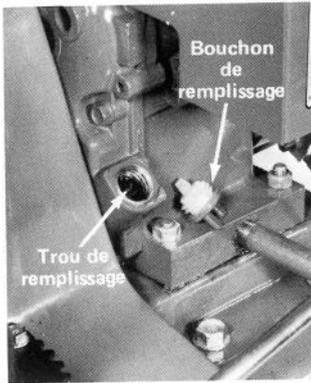

Figure 15
2. Nettoyez le tour du bouchon de remplissage pour éviter que des corps étrangers ne tombent dans le carter lorsque vous enlevez le bouchon (Fig. 15 ou 16).
3. Enlevez ensuite le bouchon qui ferme le trou de remplissage du carter (Fig. 15 ou 16).
4. Versez lentement de l'huile à moteur SAE 5W-30 ou SAE 10 dans le trou de remplissage (Fig. 15 ou 16) en vous guidant sur le tableau de remplissage ci-après. Le moteur peut utiliser toute huile à moteur détergente de haute qualité portant la mention de l'American Petroleum Institute (API) Service MS, SC, SD ou SE.
Déneigeuse de 5 CV (Fig. 15)	21 onces d'huile
- A. Déneigeuse de 5 CV (Fig. 15) — D'abord, inclinez délicatement la déneigeuse alternativement de côté et d'autre pour chasser toute bulle d'air qui pourrait être restée emprisonnée dans le carter. Ensuite, au besoin, rajoutez de l'huile, jusqu'à ras du trou de remplissage et essuyez toute huile qui pourrait s'être répandue.